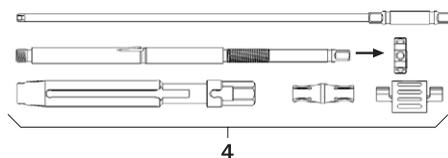

Rys. 1
- ▶ Zdemontować instrument wkładany ze śrubami blokującymi kluczem widlastym SW 6, patrz Rys. 1.